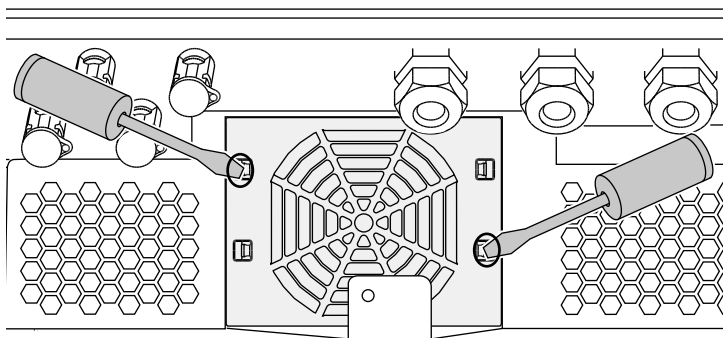

Abb. 71: Befestigungslaschen lösen
3. Mit einem zweiten Schraubendreher die Befestigungslaschen zur Lüftermitte drücken. Lüftereinheit leicht hervorziehen. **Abb. 71**